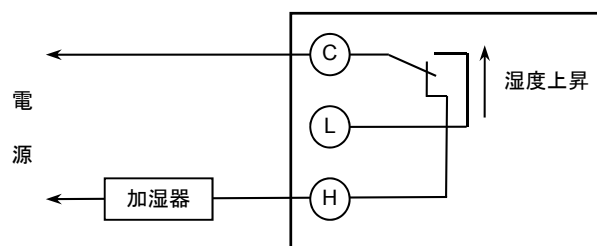

図13 加湿制御結線図
- (5) 用途に応じ、図13、14を参照して配線を確認して結線します。